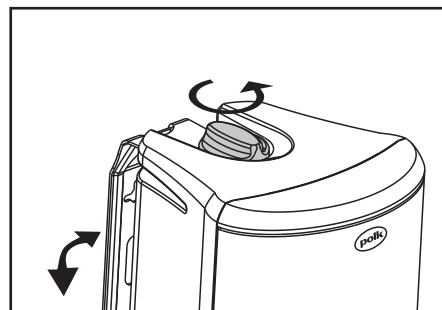

FIGURE 9
4. Using the keyhole slots in the bracket as a template, mark the installation location of the two keyhole slots with a pencil. You can do this by removing the bracket knobs on the top and bottom of the speaker and removing the bracket, or by leaving the bracket connected to the speaker [figure 9]. Orient the bracket so that the small ends of the keyhole slots are facing "up" according to the direction of installation. Reattach the bracket to the speakers, if you have removed it, by reinserting it into the bracket gap and then tightening the bracket knobs.
4. Utilisant le support comme gabarit, marquez la position des deux fentes en trou de serrure à l'aide d'un crayon. Vous pouvez le faire en retirant les boutons du support de l'enceinte et en la dégageant du support, ou en laissant l'enceinte dans son support [figure 9]. Placez le support (position verticale ou horizontale au choix) de façon à ce que la partie rétrécie des fentes en trou de serrure soit en haut. Réinsérez l'enceinte dans son support (si vous l'avez retirée) et resserrez les boutons du support.